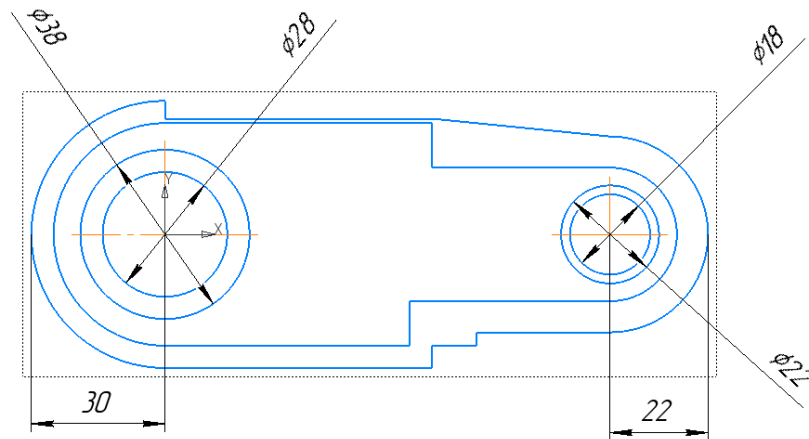
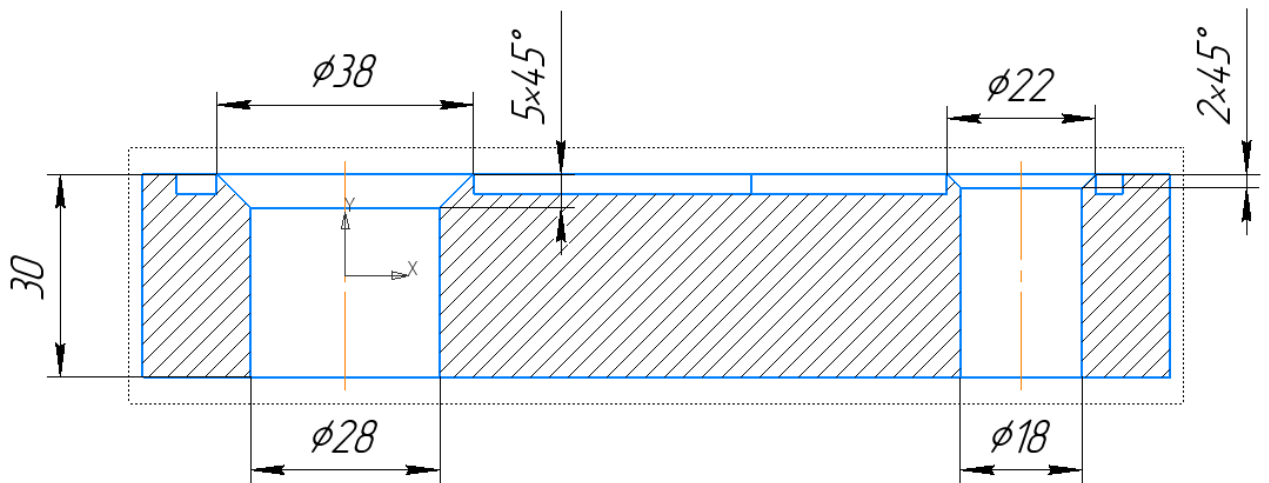

Рисунок 5. Вид детали спереди
Рисунок 6. Горизонтальный разрез детали на виде снизу.
- 4) Нанести на деталь окружности (рисунок 5), а затем применить формообразующие операции, показанные на рисунке 6 и нанести фаски (рисунок 6);